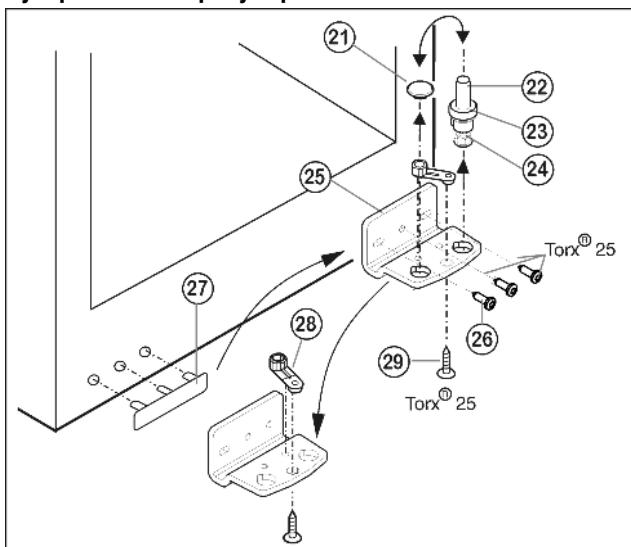

Fig. 6
- ▶ Извлеките опорный винт *Fig. 6 (22)* в комплекте с шайбой *Fig. 6 (23)* и регулируемой опорой *Fig. 6 (24)*, вытягивая его вверх.
- ▶ Снимите пробку *Fig. 6 (21)*.
- ▶ Открутите *Fig. 6 (26)* опорный кронштейн *Fig. 6 (25)*.
- ▶ Открутите *Fig. 6 (29)* опорную деталь *Fig. 6 (28)* и, переставив в отверстие на противоположной стороне опорного кронштейна, снова прикрутите.
- ▶ Осторожно снимите и переставьте на противоположную сторону крышку со стороны ручки *Fig. 6 (27)*.
- ▶ Снова прикрутите опорный кронштейн *Fig. 6 (25)* на новой стороне шарнира (с моментом 4 Нм). При необходимости используйте аккумуляторный шурупверт.
- ▶ Переставьте пробку *Fig. 6 (21)* в свободное отверстие.
- ▶ Вновь установите опорный винт *Fig. 6 (22)* в комплекте с шайбой и регулируемой опорой. При этом фиксатор должен быть направлен назад.